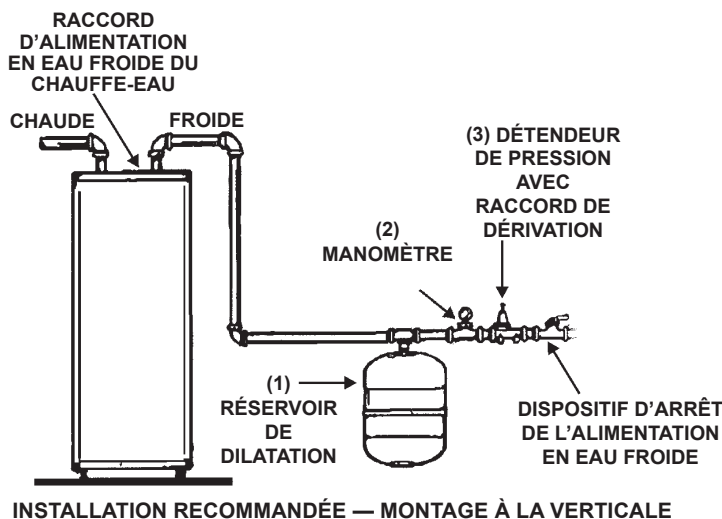

FIGURE 1.
2. Voici les articles qui doivent être installés sur l'entrée de l'eau froide, en ordre séquentiel à partir du chauffe-eau : (1) le RÉSERVOIR DE DILATATION; (2) un MANOMÈTRE; et (3) un DÉTENDEUR DE PRESSION, au besoin. Voir la figure 1.
Les figures 1 et 2 ci-dessus illustrent les soupapes, les détendeurs et les raccords que vous devez utiliser pour installer votre réservoir de dilatation. La partie inférieure du réservoir est munie d'un raccord (3/4 po) fileté.
2. Installez le réservoir de dilatation, le manomètre et le détendeur de pression, au besoin, comme l'illustrent ci-dessus les figures 1 et 2.
3. Après avoir installé le réservoir de dilatation, le manomètre et le détendeur de pression, vous devez retirer tout l'air de la tuyauterie. Ouvrez le dispositif d'arrêt (ON) de l'alimentation en eau froide. Pour purger l'air, ouvrez un robinet et attendez de voir un écoulement constant d'eau provenant du robinet. À ce moment, fermez le robinet.